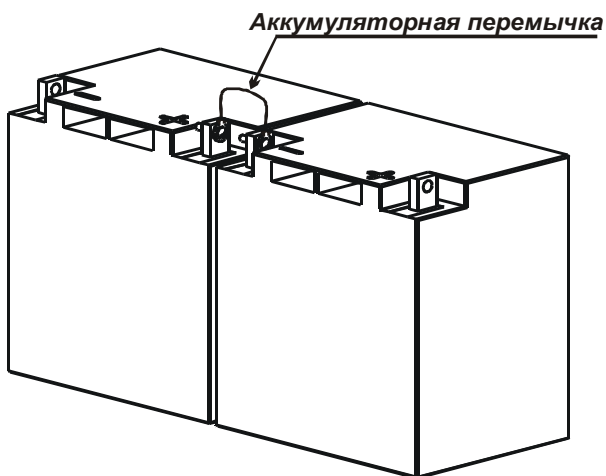

Рис.4 Схема соединения аккумуляторов
- соединить аккумуляторной перемычкой два аккумулятора в батарею (см. рис.4 Приложение);